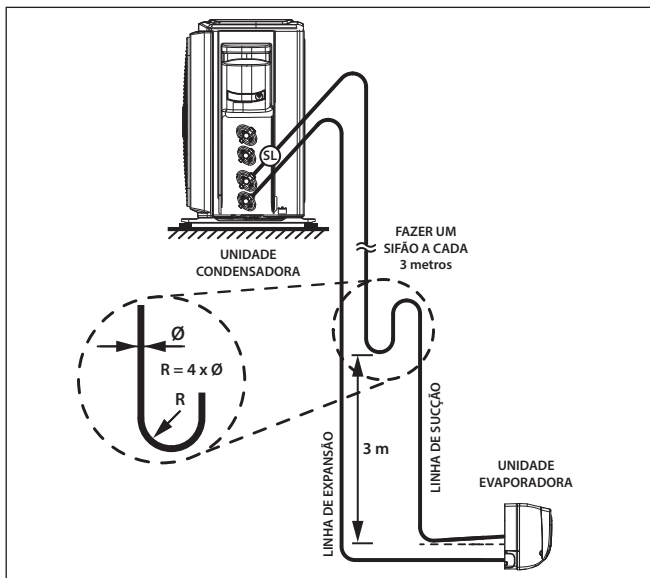

FIG. 49 - LINHAS DE INTERLIGAÇÃO
- Quando a unidade condensadora estiver em um nível superior ao da unidade evaporadora, fazer sifões nas subidas da linha de sucção a cada **3,0 metros**, considerando desde a saída da evaporadora (Fig. 49).
- No caso de haver desnível entre 4 e 5 metros entre as unidades e estando a evaporadora em nível inferior, deve ser instalado na tubulação de sucção um sifão (ver Fig. 49).
- Inclinær as linhas horizontais de sucção no sentido do fluxo. (ver Fig. 49).